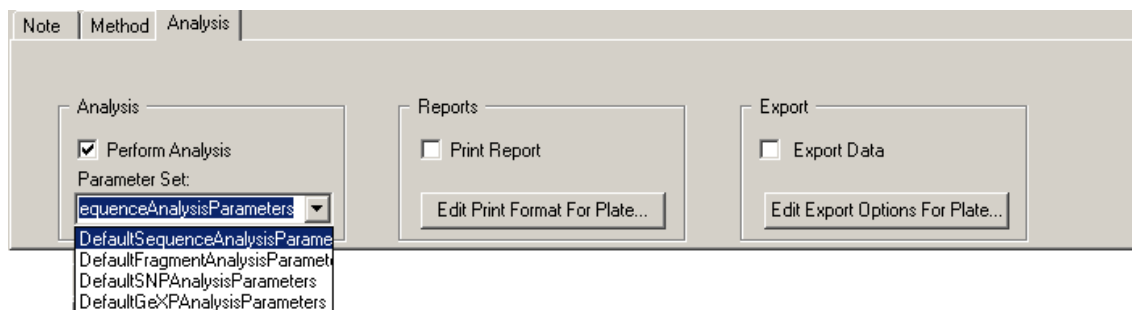

图 2.17 分析选项卡 - 选择参数集
4. 从 **Parameter Set**（参数集）下拉列表中，选择参数集（请参见图 2.17）。
1. 在分析选项卡的导出部分（图 2.17），选择 **Export Data**（导出数据）选项。